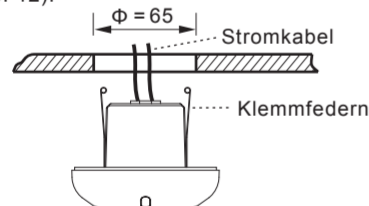

Abb. 12
4.4.2.4 Schließen Sie die beiden Klemmfedern am Bewegungsmelder an und stecken Sie den Melder in das in die Decke gebohrte Loch (s. Abb. 12).